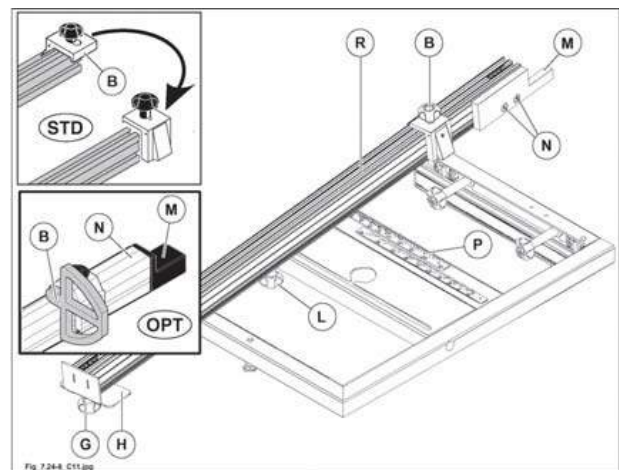

Fig. 7.24-6
- Per effettuare tagli obliqui sui pannelli, svitare il pomello (L fig. 7.24-6) per cambiare posizione alla riga (R fig. 7.24-6).
- Per l'uso posizionare la riga facendo riferimento alla targhetta (P fig. 7.24-6) e serrare il pomello (L fig. 7.24-6).
la riga è dotata di una estensione estraibile a canocchiale (H fig. 7.24-6) la quale se necessita si può allungare dopo aver allentato il pomello (G fig. 7.24-6).
Quando il paraschegge (M fig. 7.24-6) si usura, avvicinarlo alla lama sega allentando le due viti (N fig. 7.24-6).
La riga telescopica viene fornita con le battute (B fig. 7.24-6). Queste si possono velocemente posizionare, per lavorazioni in appoggio o in spinta, sfilandole dalla riga per rimontarle dal lato opposta della stessa.
Quando il paraschegge (M fig. 7.24-6) si usura, avvicinarlo alla lama sega allentando il grano (N fig. 7.24-6). La riga telescopica viene fornita con le battute (B fig. 7.24-6). Queste si possono velocemente posizionare per lavorazioni in appoggio o in spinta semplicemente ribaltandole.